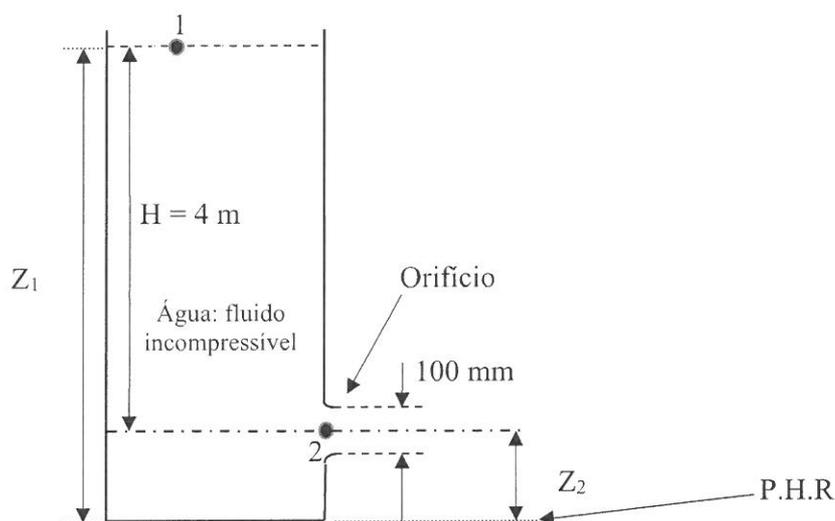

Figura 1 - Escoamento num orifício (bocal) a partir de um reservatório.
- a) Determinar a velocidade de saída [m/s] do orifício instalado na parede do reservatório da figura 1.